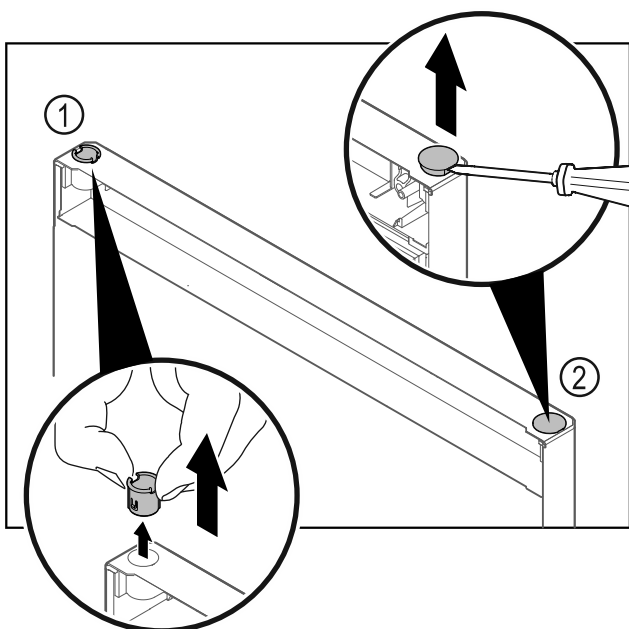

Fig. 24
- Estrarre la boccia cerniera Fig. 24 (1) con le dita.
- Con un cacciavite a testa a intaglio sollevare con cautela il tappo Fig. 24 (2) ed estrarlo.